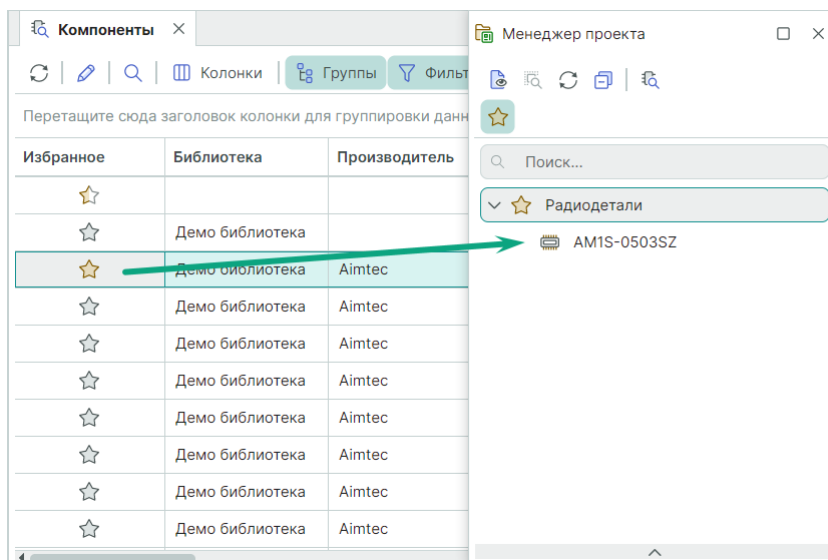

Рис. 49 Добавление радиодетали на вкладку «Избранное» панели «Менеджер проекта»
2. Наведите курсор на колонку «Избранное» и нажмите на символ ☆, см. Рис. 49.